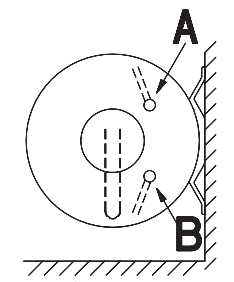

Fig. 4
- Fig.4 modèle horizontal vue latérale
- Fig.4 horizontal model, side view
- Fig.4 modelo horizontal - vista lateral